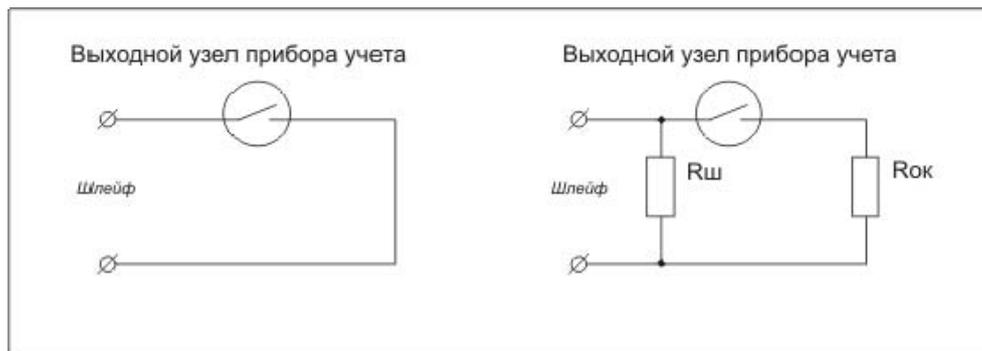

Рисунок 3 — Электрическая схема подключения цепи НАМУР
2.1.6.5 функция контроля текущего состояния входных цепей числоимпульсного интерфейса прибора учета при установке дополнительных резисторов цепи НАМУР (см. рисунок 3) оконечного $R_{ок}$ 2,2 кОм \pm 5% и шунтирующего $R_{ш}$ 5,1 кОм \pm 5%